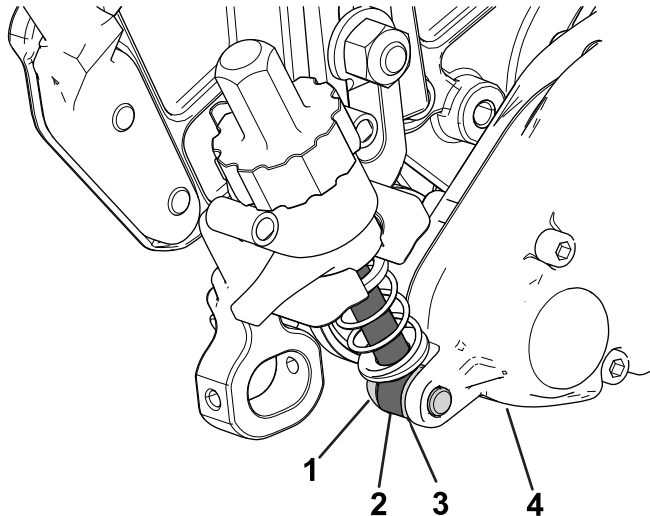

Figura 12
- No lado da caixa da transmissão do rastelo, posicione a barra do braço de ajuste do suporta da altura de corte no interior da caixa de transmissão do rastelo e prenda com um parafuso com olhal e uma anilha endurecida como se mostra na Figura 12; aperte o parafuso com olhal com 16 a 22 Nm.